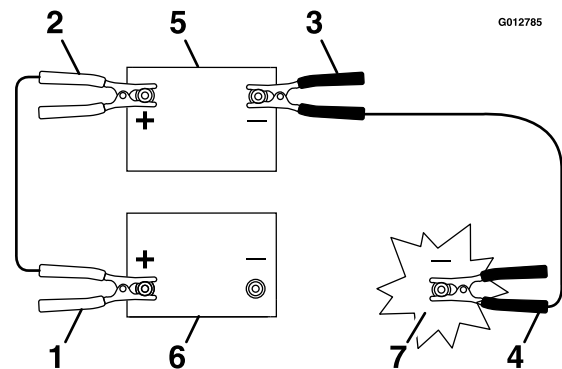

Figure 83
4. Connectez le câble positif (+) à la borne positive (+) de la batterie à plat qui est reliée au démarreur ou au solénoïde, comme montré à la Figure 83.